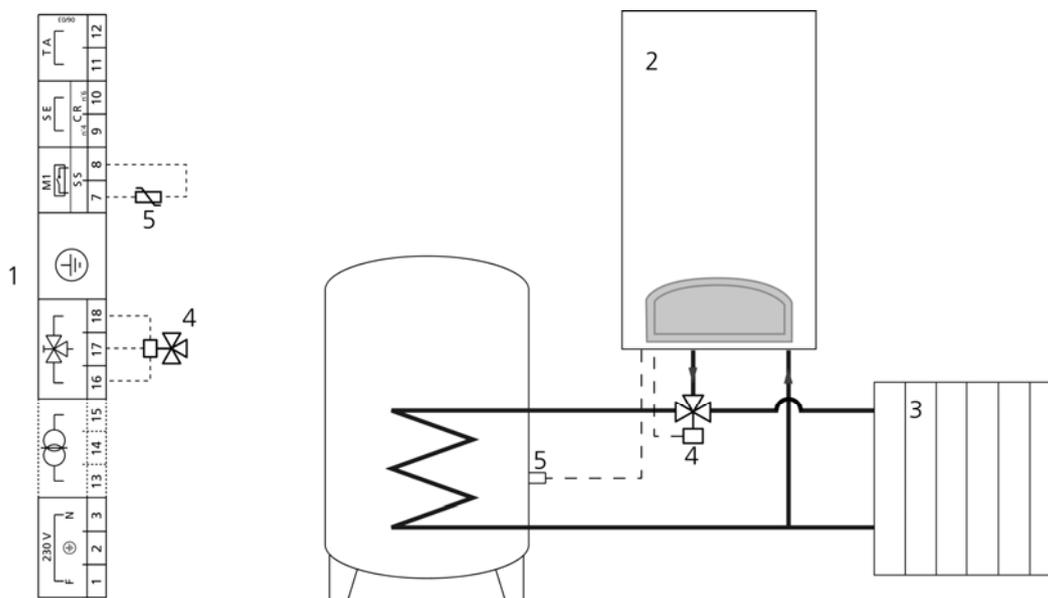

Figura 22
- realizzare il circuito idraulico rappresentato in Figura 22